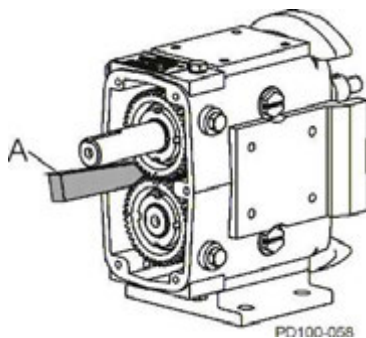

Abb.70 Blockieren der Wellen
1. Positionieren Sie einen Holzkeil zwischen den Zahnraden, so dass die Wellen während des Ausbaus der Zahnräder gegen Verdrehen gesichert sind (Abb.70,Pos.A).